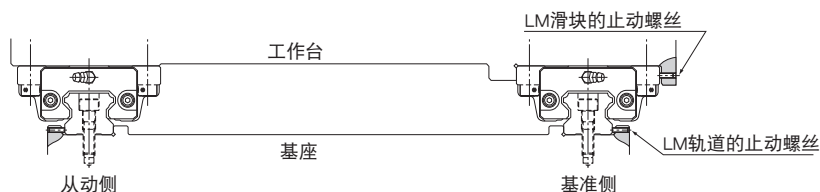

图5 机械中有振动冲击作用时
(1) 将工作台轻轻放置在LM滑块上,不完全锁紧安装螺栓。
(2) 通过止动螺丝将LM滑块的基准侧与工作台侧面基准面接触,使工作台定位。(参照 B1-91图5)
(3) 全锁紧基准侧和从动侧的装配螺栓,完成安装。